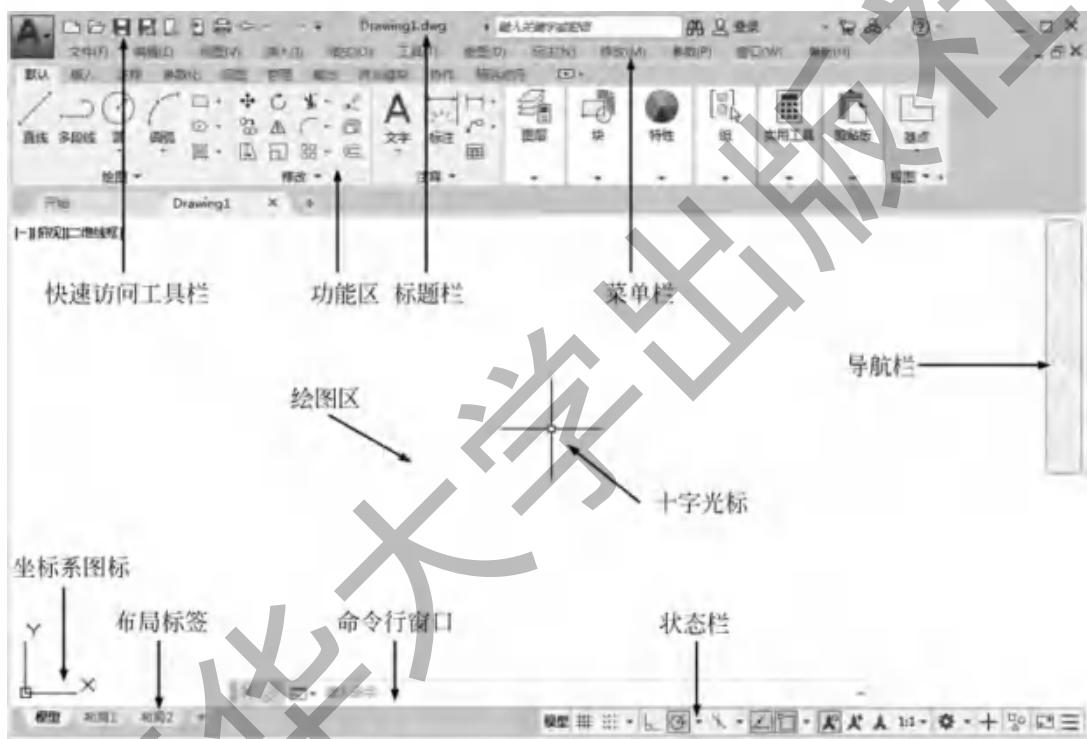
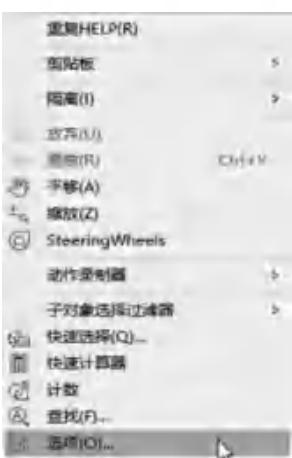
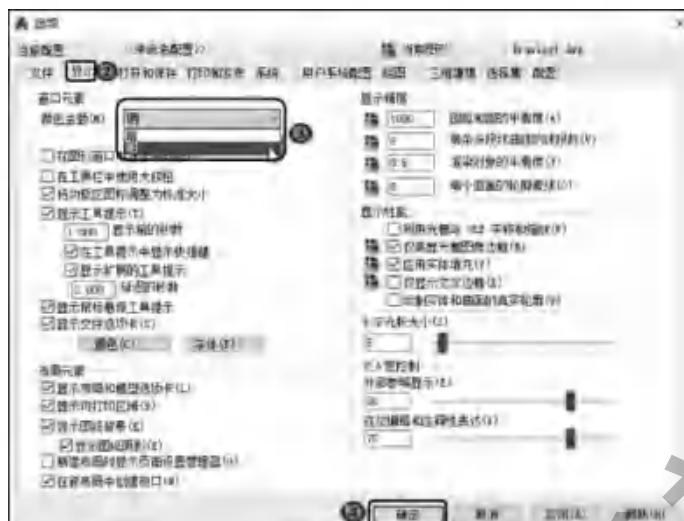

图 1-1 AutoCAD 2022 中文版的操作界面
图 1-2 快捷菜单
图 1-3 “选项”对话框
AutoCAD 操作界面是 AutoCAD 显示、编辑图形的区域, AutoCAD 操作界面如图 1-1 所示, 包括标题栏、菜单栏、功能区、绘图区、十字光标、坐标系图标、命令行窗口、状态栏、布局标签和快速访问工具栏等。
注意: 需要将 AutoCAD 的工作空间切换到“草图与注释”模式下(单击操作界面右下角中的“切换工作空间”按钮, 在打开的菜单中单击“草图与注释”命令), 才能显示如图 1-1 所示的操作界面。本书中的所有操作均在“草图与注释”模式下进行。
注意: 安装 AutoCAD 2022 后, 在绘图区中右击, 打开快捷菜单, 如图 1-2 所示, ①选择“选项”命令, 打开“选项”对话框, ②选择“显示”选项卡, ③将窗口元素对应的“颜色主题”中设置为“明”, 如图 1-3 所示, ④单击“确定”按钮, 退出对话框, 其操作界面如图 1-1 所示。
并打开的图形文件的名称“Drawing1.dwg”，如图 1-1 所示。
在绘图区中，有一个作用类似光标的十字线，其交点坐标反映了光标在当前坐标系中的位置。在 AutoCAD 中，将该十字线称为光标，如图 1-1 中所示，AutoCAD 通过光标坐标值显示当前点的位置。十字线的方向与当前用户坐标系的 X、Y 轴方向平行，十字线的长度系统预设为绘图区大小的 5%。